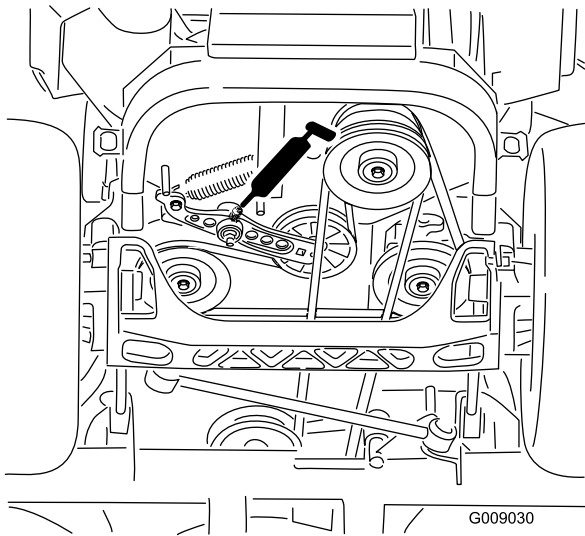

Figure 47
6. Graissez le bras de tension de la courroie d'entraînement (Figure 47).